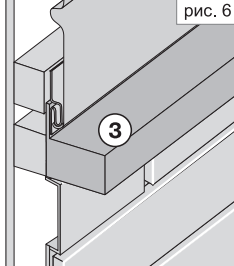

рис. 6
7. Для разделения зон цоколя и основного фасада рекомендуется использовать бордюр (рис. 6).